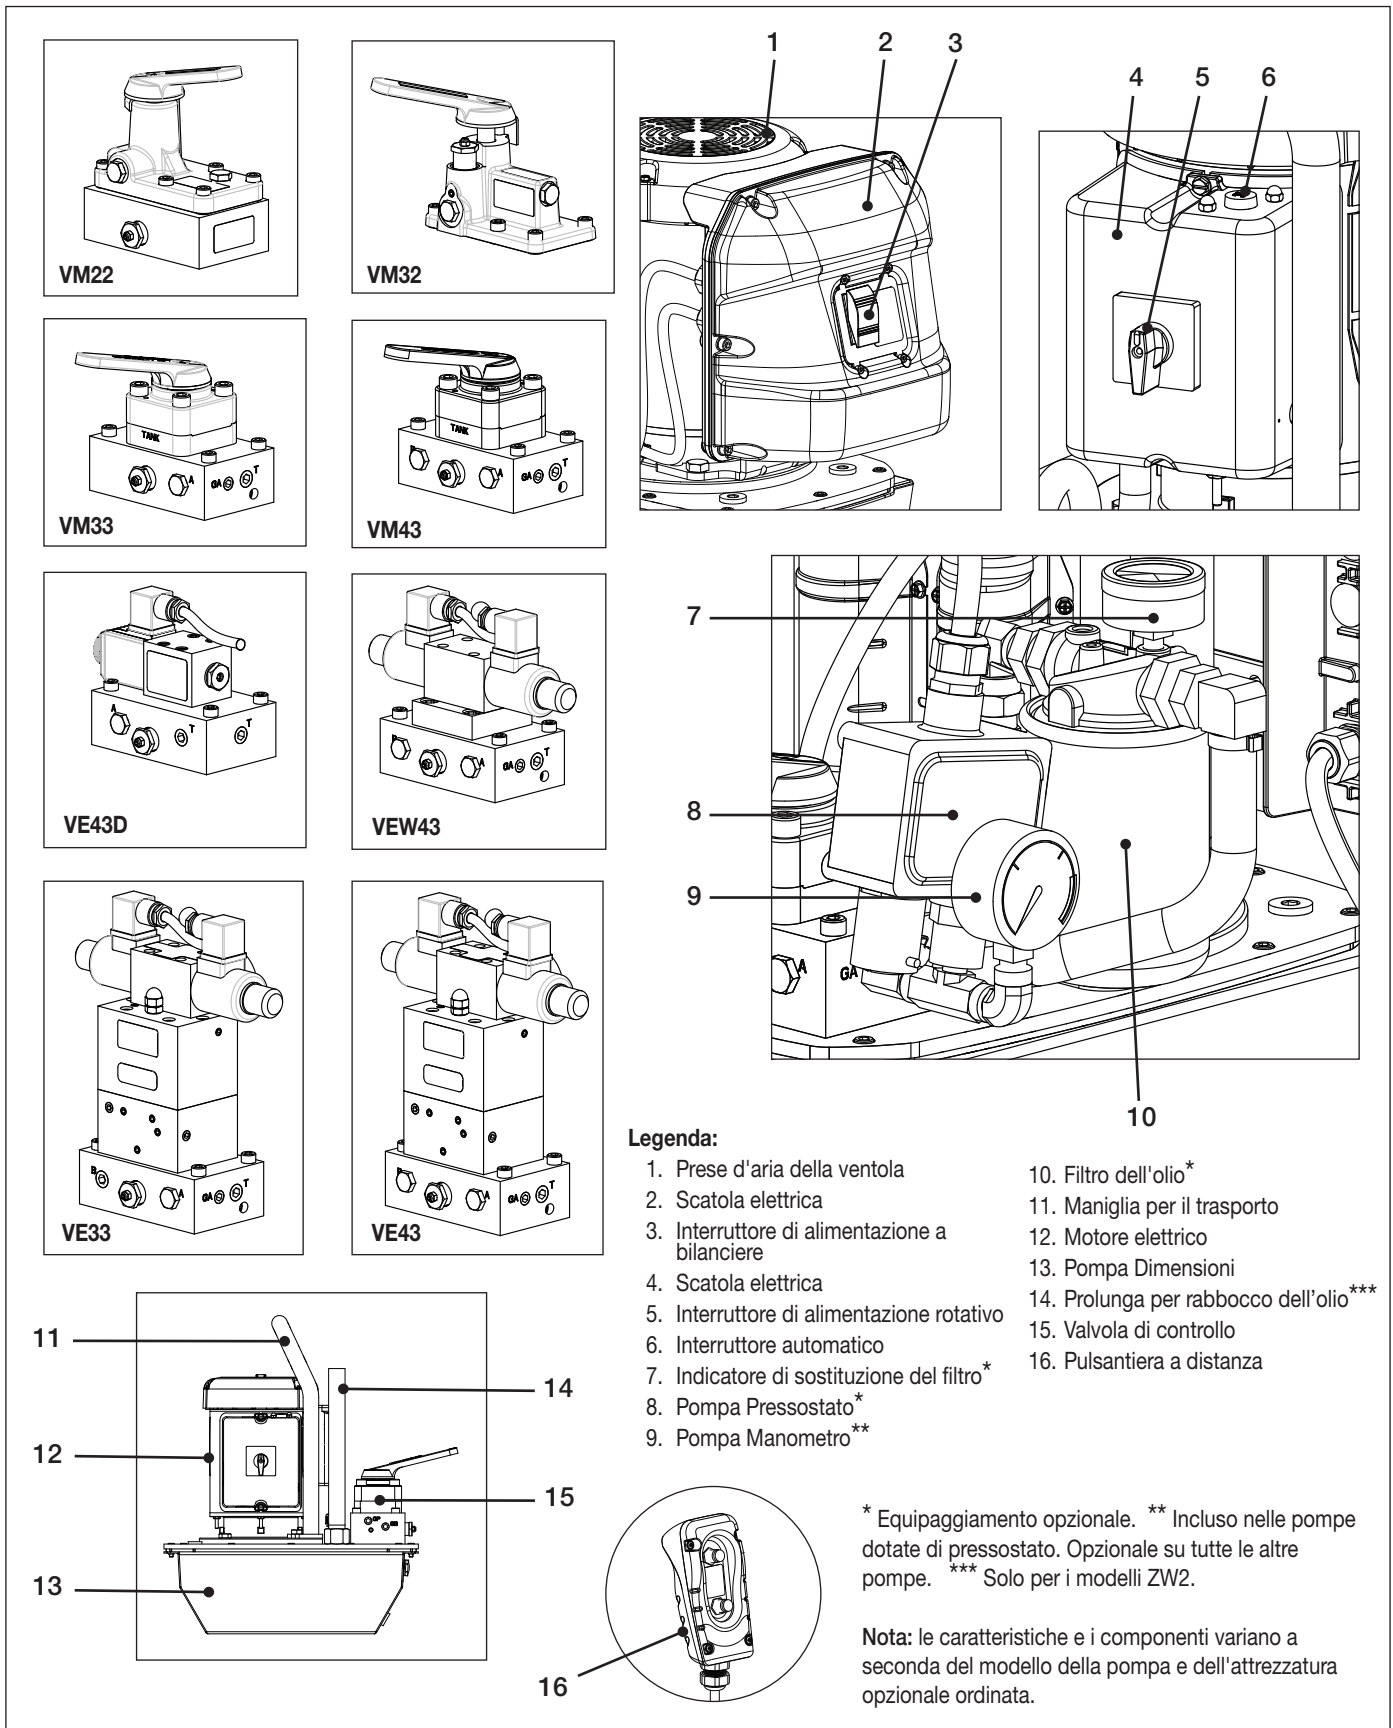
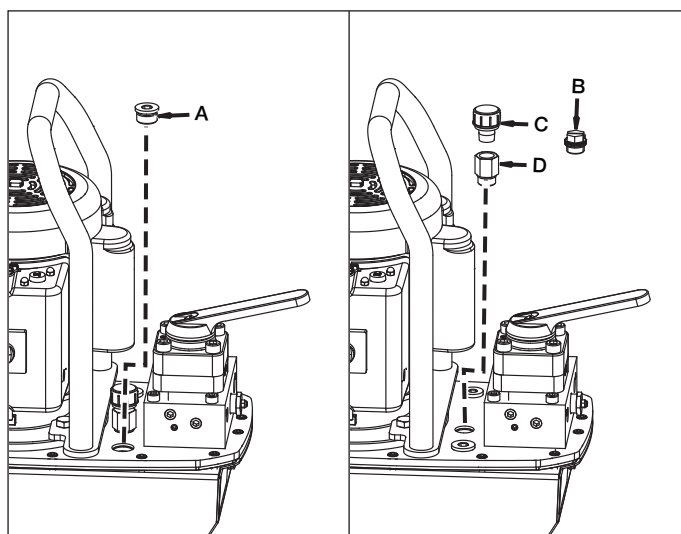

Figura 1: Pompe della serie ZE2 e ZW2
Figura 3: Tappo di riempimento dell'olio e sfiato aria
Se il livello dell'olio è basso, rimuovere il tappo di riempimento dell'olio (A) dalla piastra di copertura della pompa e aggiungere olio secondo necessità. Vedere la Figura 3. Si noti che i modelli ZW2 includono un tubo di prolunga per il riempimento dell'olio, mostrato nella Figura 1.
Sulla piastra di copertura della pompa è presente un tappo per il trasporto (B). Vedere la Figura 3.